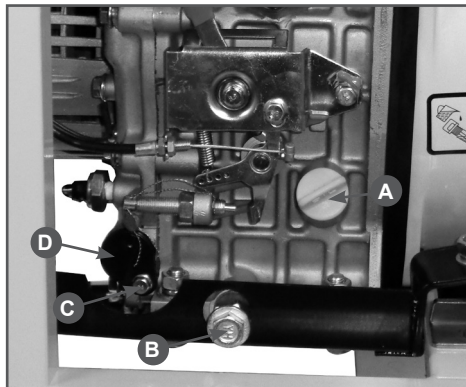

Рис. 25 Замена моторного масла
3. Извлеките крышку-щуп (Рис. 25 п. A) из маслосазливной горловины и вытрите щуп чистой ветошью.
4. Открутите пробку (Рис. 25 п. B) для слива масла и слейте отработанное масло в подготовленную для этого емкость.
6. Открутите болт фиксации масляного фильтра (Рис. 25 п. C). Во избежание пролива масла подложите кусок ветоши под масляный фильтр, после чего извлеките масляный фильтр (Рис. 25 п. D).